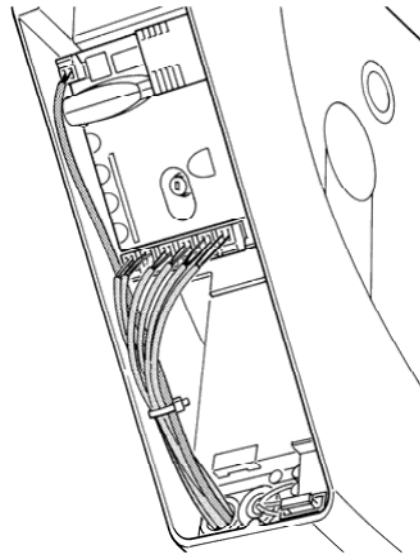

Рис. 6
2. Ослабьте свободный кабельный зажим и проведите кабели к разъемам блока управления. Длина кабеля должна быть на 20+30 см длиннее, чем требуется. См. таблицу 1 с указанием типа кабеля и рис.6 соединения).